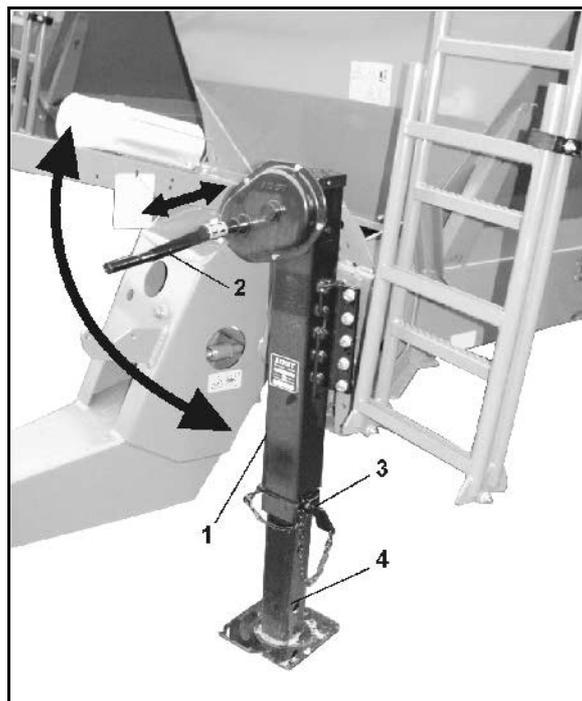

Рис. 49
- 2.1 Извлеките палец (Рис. 49/4) из нижнего отверстия.
- 2.2 Опустите опорную стойку (Рис. 49/1).
- 2.3 Установите крепежный палец в верхнее отверстие опорной стойки (Рис. 49/3) и зафиксируйте.